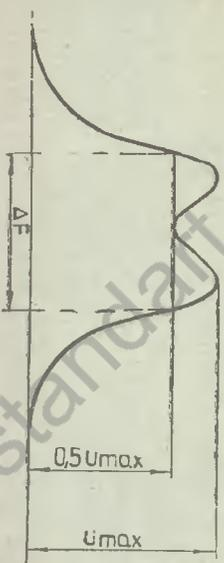

Рис. 12. Частотная характеристика смесителя 360—361 МГц.
- регулировкой конденсаторов С1, С4, С7 и С10 установить форму характеристик, показанную на рис. 12. В частоте генератора меток 30—31 МГц используется генератор Г4-102;